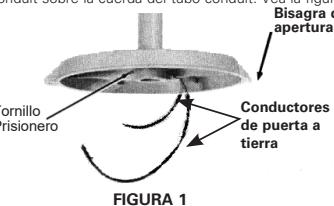

FIGURA 1
- Colgante, Poste y Cuadrímontaje: Coloque el adecuado tamaño del tubo conduit NPT. Apriete el tornillo prisionero ubicado en la entrada del tubo conduit sobre la cuerda del tubo conduit. Vea la figura 1.